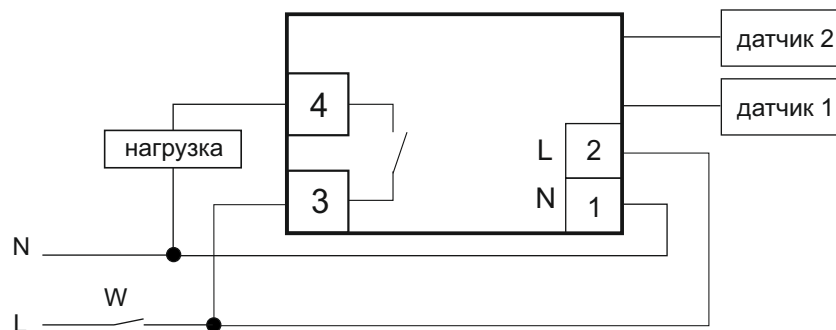

Рис. 2: схема подключения нагрузки
7.2. Подключить нагрузку к изделию (см. рис.2). Для этого используйте одножильный или многожильный провод с двойной или усиленной изоляцией сечением, соответствующим мощности нагрузки. Фазное напряжение подается на контакты 2 и 3 устройства. Напряжение может подаваться через выключатель W или напрямую.